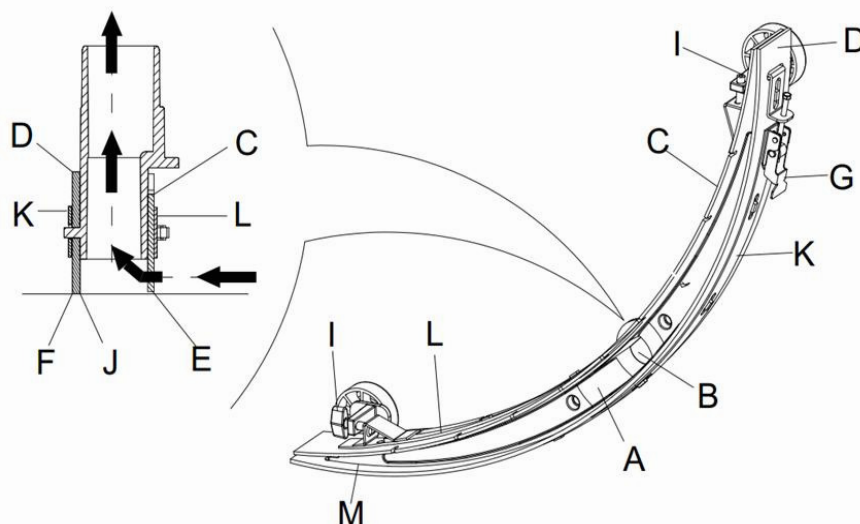

Figura 15
2. Presione el interruptor de encendido (41) en posición "O" para apagar la máquina.
3. Desenrosque el mango fijo (16) de la escobilla de goma; desmonte el conector que junta la manguera de aspiración de recuperación de la escobilla de goma y retire la escobilla.
4. Use la palanca de elevación de la escobilla (14) para levantar el bastidor de la escobilla.
5. Limpie la escobilla de goma (**Figura 15**). Limpie bien la ranura (**A, Figura 15**) la suciedad y los escombros de la manguera de aspiración. Compruebe si la lámina delantera (C) y la lámina posterior (D) permanecen intactas o si tienen grietas y bordes rotos. Reemplácelos si hace falta (refiérase a los pasos en el apartado que sigue).
1. Observando los métodos mencionados en la sección anterior, limpie la escobilla de goma (**Figura 15**).
2. Inspeccione el borde (**E, Figura 15**) en la lámina delantera de la escobilla y el borde (F) de la lámina posterior (D). A lo largo de su longitud, deben ser alineados. De lo contrario ajuste su altura conforme a los siguientes procedimientos:
- Afloje el gancho (G) para permitir que la lámina posterior de la escobilla de goma (D) quede separada del retenedor (M) para ajustar la posición de la escobilla de goma. Después de ajustar, vuelva a apretar el gancho.
- Afloje el tornillo en el mango (I) para ajustar la lámina delantera de la escobilla de goma (C); apriete el tornillo del mango después de ajustar.
3. Revise la integridad de la lámina delantera (C) y la lámina posterior (D), compruebe si hay cortaduras y fugas. Si hace falta, reemplácelos como es indicado abajo. Asegúrese de que el borde delantero (J) de la lámina posterior no esté desgastado; De lo contrario, dé vuelta a la lámina para sustituir el borde desgastado por un íntegro (el borde superior debe ser intacto). Si el borde superior también está gastado, reemplace la lámina según el siguiente procedimiento:
- Afloje el gancho (G) para permitir que la lámina de presión se separe del retenedor (M), retire la barra de ganchos (K), luego cambie o dé vuelta a la lámina posterior (D). Instale la lámina posterior de la escobilla de goma en el orden inverso del desmontaje.
- Afloje el tornillo del mango (I) y retire la barra de ganchos delantera (L), a continuación cambie la escobilla de goma delantera (C). Instale la lámina delantera de la escobilla de goma en el orden inverso del desmontaje. Después de la sustitución (o vuelta) de la lámina, ajuste la altura de las láminas delantera y posterior, como se indica en el paso anterior.
4. Conecte la manguera de aspiración (11) a la escobilla de goma.
5. Instale la escobilla de goma y utilice el botón (16) para apretarla, luego conecte la manguera de aspiración a la escobilla.
6. Si hace falta, ajuste la escobilla de goma al ajustar el volante (20) (refiérase a los procedimientos de ajustar el balance de la escobilla de goma).